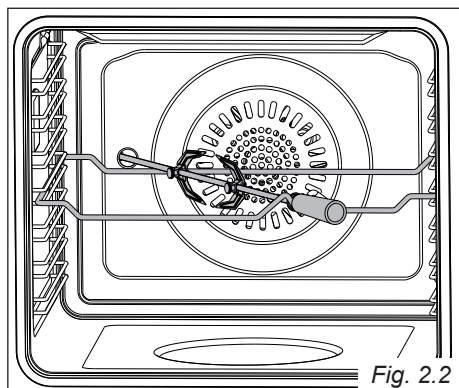

Fig. 2.2
COTTURA ALLO SPIEDO CON IL GIRARROSTO (fig. 2.2)
- Inserire l'asta nell'apertura del motore (fig. 2.2). Esso è installato correttamente solo se l'asta non gira una volta inserita. Esso ruoterà solamente quando il motore del girarrosto è in funzione (verificare la corretta rotazione dell'asta).